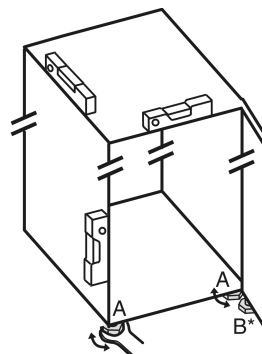

Fig. 4
- ▶ Svitare i piedini regolabili Fig. 4 (A) con la chiave a forchetta contenuta nella fornitura e con l'aiuto di una bilancia idrostatica, finché l'apparecchio non si trova in posizione stabile e piana.
► Con la chiave a forchetta in dotazione, svitare il piedino regolabile Fig. 4 (B) sul cuscinetto di supporto inferiore, fino a farlo appoggiare sul pavimento.
► Ruotare ulteriormente il piedino regolabile Fig. 4 (B) di 90°.